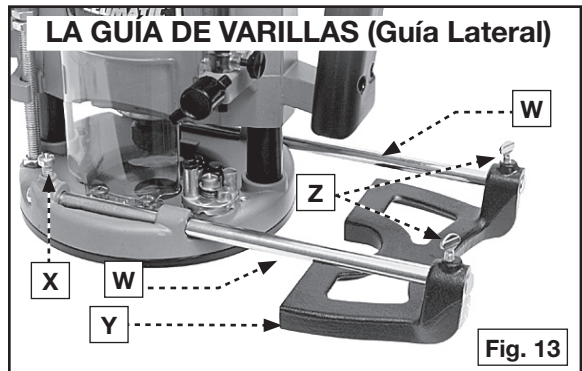

Fig. 13
Para montarla, introduzca los extremos de ranura de las varillas de guía (W) en los agujeros de la base, Fig. 13 y sujételas con los dos tornillos (X). **TOME NOTA:** Estos tornillos deben engancharse en la ranura de las varillas de guía. Deslice la guía (Y) Fig. 13, sobre las varillas y ajústela a la posición deseada. Sujétela con los dos tornillos manuales (Z).